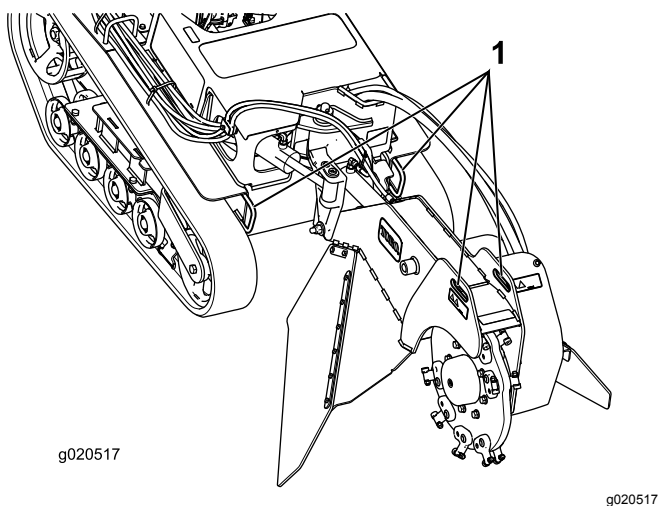
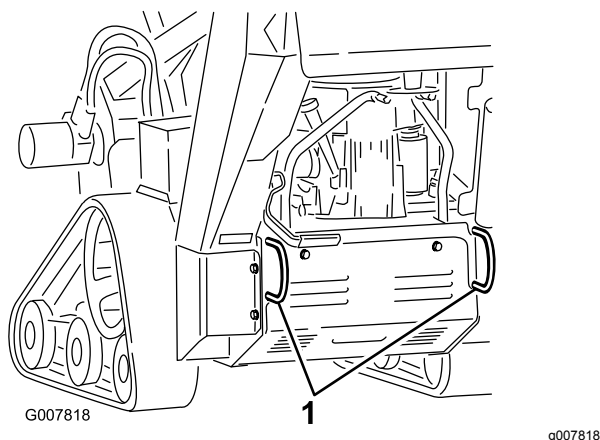

Figura 21
Figura 22
3. Fissate la macchina al rimorchio con catene o cinghie utilizzando gli anelli di attacco/sovvamento sulla parte anteriore e posteriore della macchina (Figura 21 e Figura 22). Fate riferimento alle ordinanze locali per i requisiti relativi ai rimorchi e ai punti di attacco.
La macchina può essere sollevata utilizzando gli anelli di attacco/sovvamento come punti di sollevamento (Figura 21 e Figura 22).